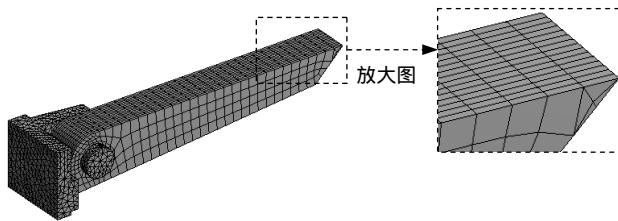

图 7.6.72 局部控制后的网格
(2) 在 Contact Region 下拉列表中选择 No Separation - peg To support 选项，在 Element Size 文本框中输入数值 2.0。
(3) 单击“Mesh”工具栏中的 Update 按钮，此时网格显示如图 7.6.72 所示。